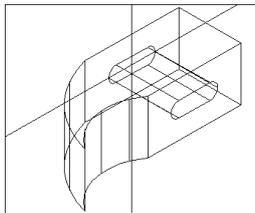

图 15-32
(13) 修剪处理。单击  按钮或者在命令行直接输入 `trim`, 修剪上述图形。
(14) 在命令行直接输入 `pedit`。将上述线段和圆弧连接成一个整体。
(15) 单击  按钮或者执行 `Drawing→Region`。将上述多义线进行面化。
(16) 生成实体。单击  按钮或者在命令行直接输入 `extrude`, 拉伸上述多义线区域, 拉伸高度为 -35。执行 `View→3D Views→SE Isometric` 命令, 结果如图 15-32 所示。